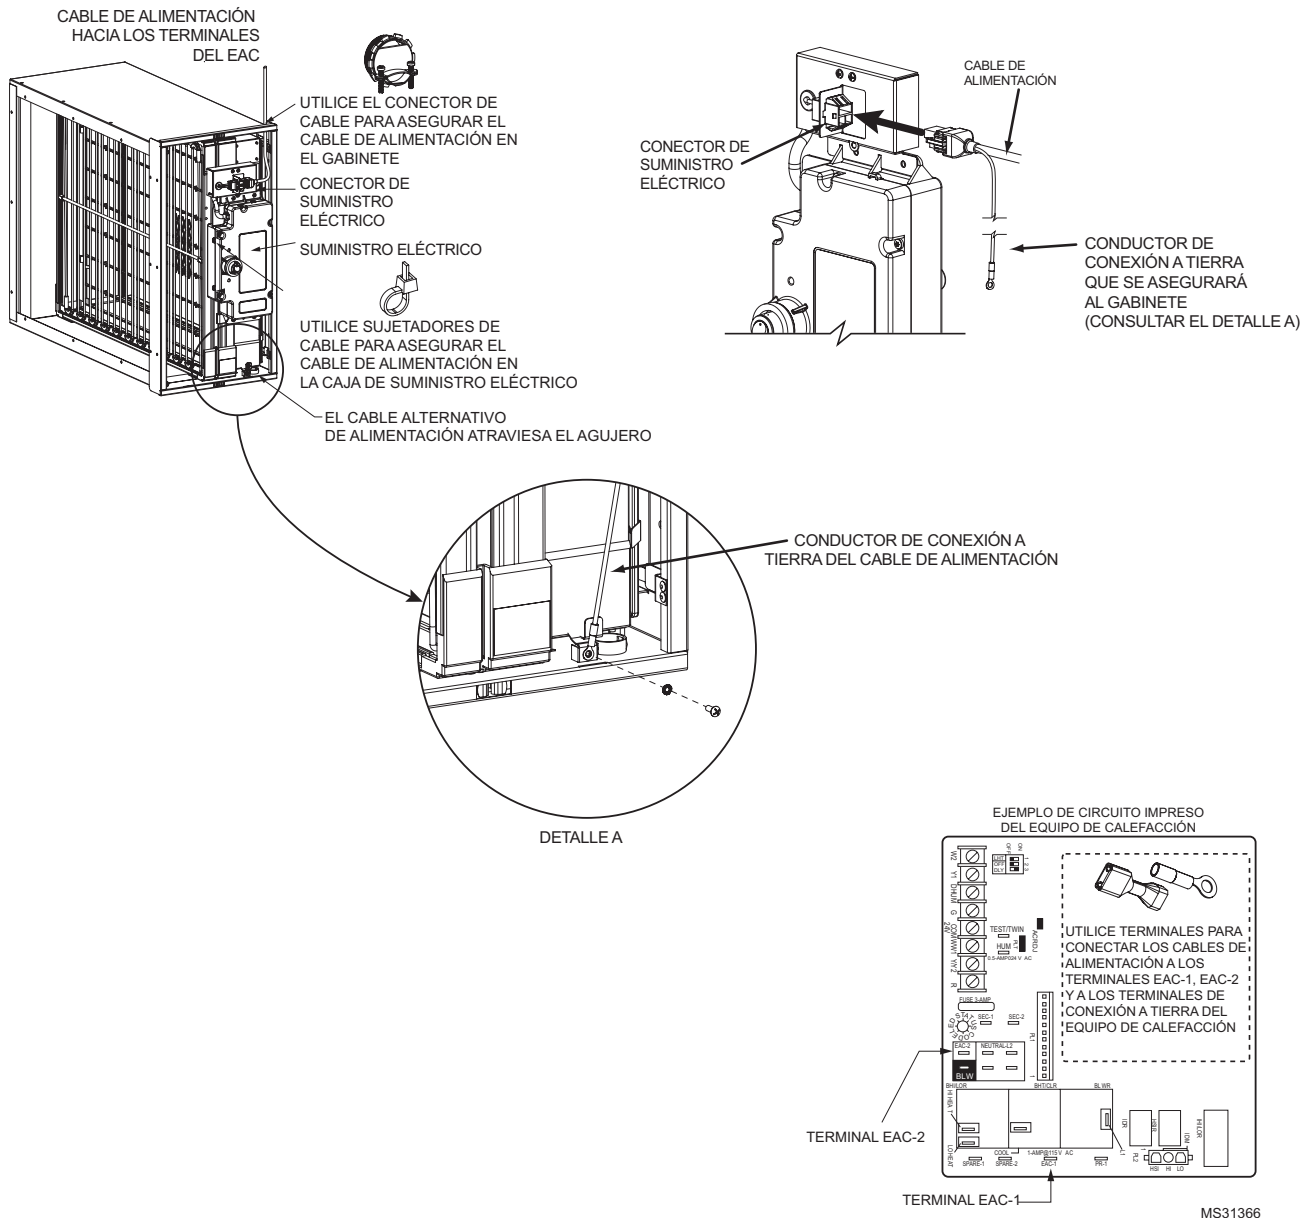

Fig. 15. Conexiones eléctricas.
- Enchufe el cable de alimentación en el conector de suministro eléctrico (ver Fig. 15).
- Con el tornillo incluido en el terminal de conexión a tierra, asegure el conductor de conexión a tierra del cable de alimentación al terminal de conexión a tierra en el gabinete (ver Fig. 15).
Modelos FH8000F: desconecte el cable de alimentación del módulo de mejoramiento (ver Fig. 15 en la página 17).
Modelos FH8000F: vuelva a conectar el cable de alimentación (ver Fig. 15 en la página 17).